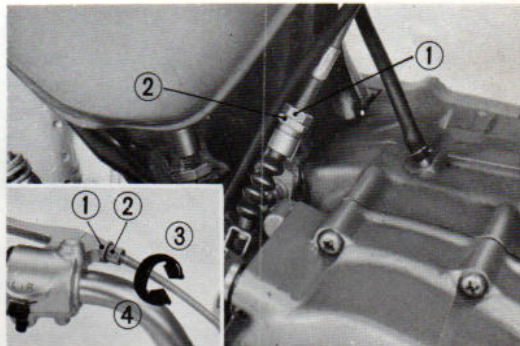

Fig. 10 ① Contre écrou ② Tendeur ③ Augmente
- 2) Visser le tendeur dans le câble dans le sens inverse des aiguilles d'une montre pour régler le jeu en bout de poignée de débrayage. (Fig. 10)